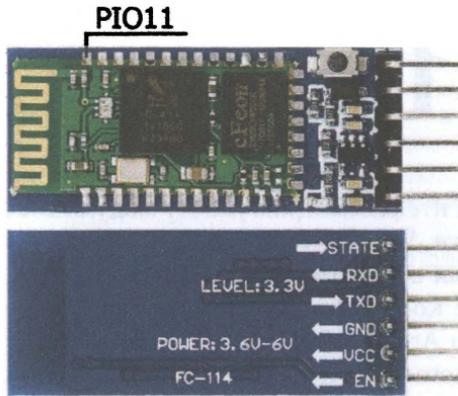
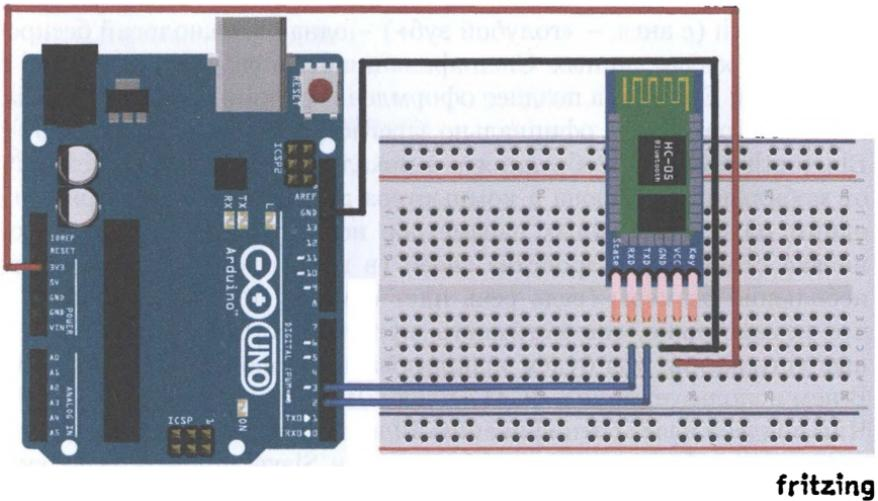

Рис. 31.1. Вид модуля Bluetooth HC-05
Рис. 31.2. Схема подключения модуля HC-05 к плате Arduino
Bluetooth (с англ. – «голубой зуб») – одна из технологий беспроводной передачи данных. Спецификация была разработана в 1998 г. компанией Ericsson, а позднее оформлена группой Bluetooth Special Interest Group (SIG), официально зарегистрированной 20 мая 1999 г. Bluetooth позволяет объединять в локальные сети любую технику: от мобильного телефона и компьютера до холодильника. При этом одним из немаловажных параметров новой технологии являются низкая стоимость устройства связи (в пределах 20 долларов), его небольшие размеры (ведь речь идет о мобильных устройствах) и, что немаловажно, совместимость, простота встраивания в различные устройства. Мы будем использовать недорогой модуль HC-05. В нем используется чип BC417 плюс Flash-память и выходы GPIO. Чип поддерживает спецификацию Bluetooth v2.0 + EDR, AT-команды, может работать в режиме Master или Slave, поддерживает скорость обмена от 2400 до 1 382 400. Напряжение питания модуля составляет 3,3 В, ток потребления ~50 мА, что позволяет питать его от вывода Arduino +3,3 В. Для программирования модуля с помощью AT-команд необходимо на вывод PIO11 подать +3,3 В. Не на всех версиях модулей HC-05 вывод PIO11 выведен на разъём. В некоторых случаях потребуется аккуратно подпаять провод к выводу прямо на плате (рис. 31.1). Подключим модуль к плате Arduino и рассмотрим простейшие AT-команды. Схема подключения показана на рис. 31.2.
1. Подключаем модуль HC-05 к плате Arduino по схеме на рис. 31.2. Отключаем провод, ведущий к выводу 34 модуля (PIO11), от 3,3 В.